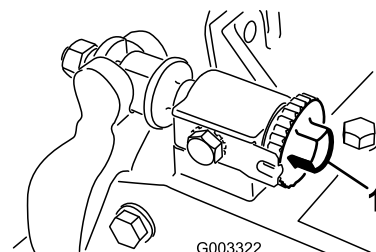

図 30
1. ベッドナイフ調整ノブ（図 30）を左に回して、ベッドナイフとリールの接触を完全になくす。